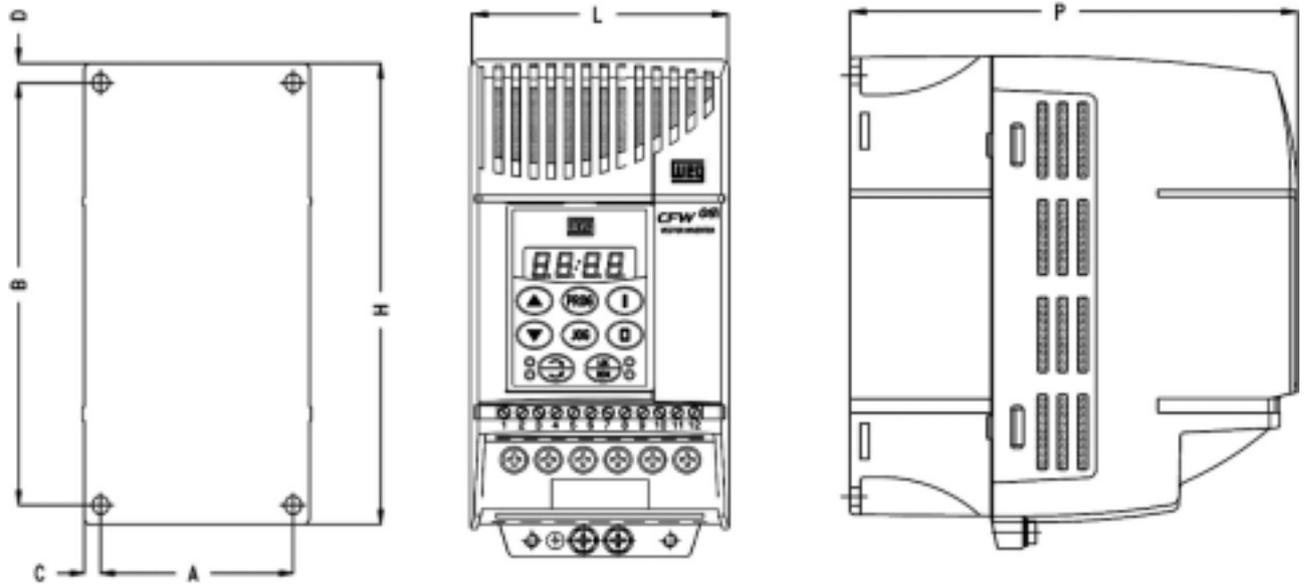

Figura 3.2 - Dimensional do CFW-08
- Dimensões externas, furos para fixação, etc, ver figura 3.2.